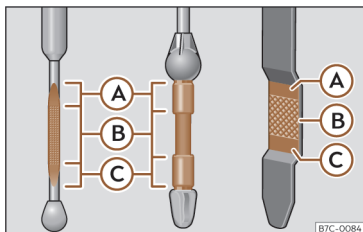

Fig. 203 Vareta de medição do nível de óleo.
Legenda da >>> **Fig. 203:**
- Em seguida, retire-a novamente e verifique o nível do óleo >>> **Fig. 203**. Caso seja necessário, reponha óleo do motor.
- Quando o nível de óleo atingir pelo menos a zona >>> **Fig. 203** Ⓑ, enrosque a tampa do bocal de enchimento com cuidado >>> ①.